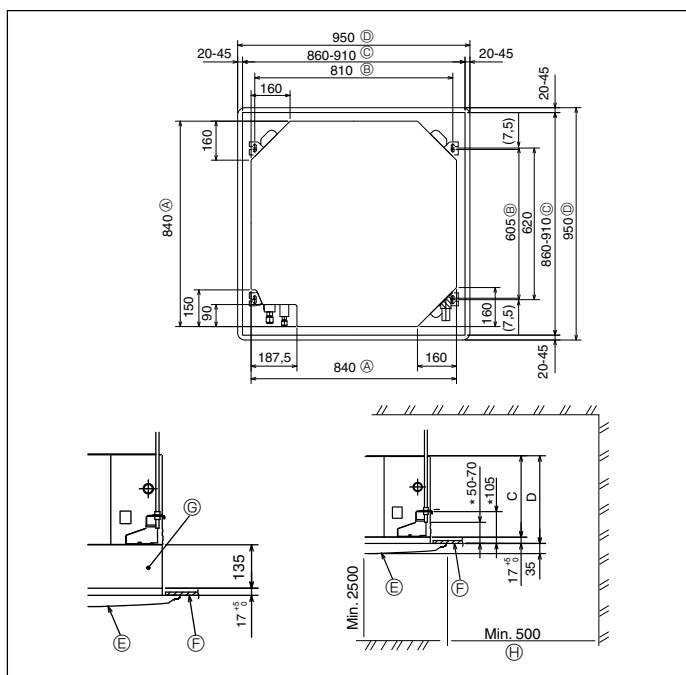

Fig. 3-2
④	Band	8
⑤	Schraube mit Unterlegscheibe (M5 x 25) für Gitteranbringung	4
⑥	Ablaßmuffe	1
⑦	Isolierung	1
⑧	Konusmutter 1/4 F (P60)	1
3.2. Lage der Öffnungen in der Decke und der Befestigungsschrauben für die Aufhängung (Fig. 3-2)
* Die Abmessungen der Deckenöffnung können innerhalb des in Fig. 3-2 dargestellten Bereichs angepaßt werden. Deshalb ist die Hauptanlage in der Deckenöffnung zu zentrieren und sicherzustellen, daß die jeweils gegenüberliegenden Seiten überall den gleichen Abstand aufweisen.